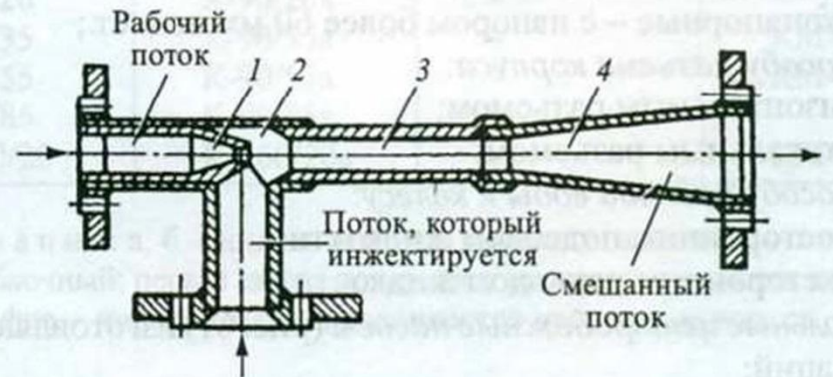

Рис. 60. Водоструйный насос:
- В *струйных насосах* прирост энергии достигается за счет движения потока рабочей среды (рис. 60). Эти насосы - следующих видов: *эжекторы, инжекторы и тараны*.